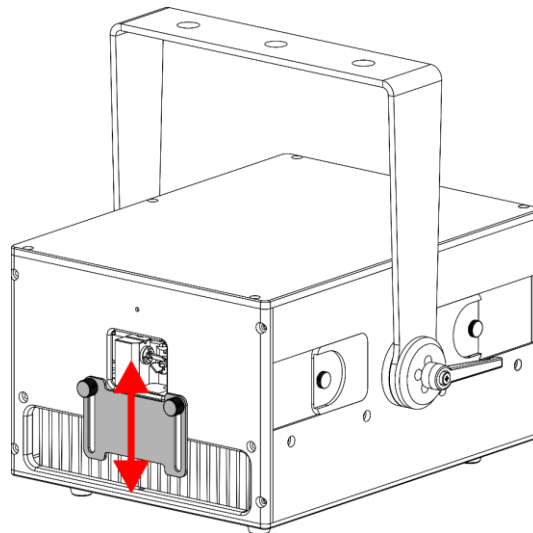

Abb. 12
- 01) Drehen Sie die beiden **Einstellschrauben für die Blendenabdeckung (07)** gegen den Uhrzeigersinn, um sie zu lösen.
- 02) Schieben Sie die **Blendenabdeckung (06)** nach oben oder unten (siehe Abb. 12).
- 03) Drehen Sie die beiden **Einstellschrauben für die Blendenabdeckung (07)** im Uhrzeigersinn wieder fest. Achten Sie darauf, sie nicht zu fest zu ziehen.